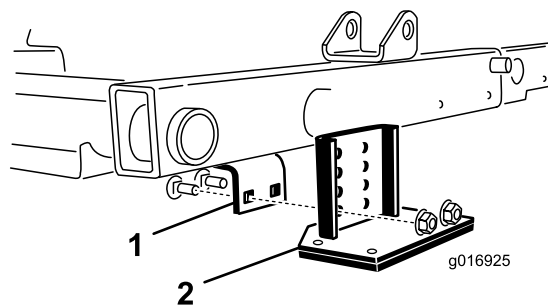

Figure 30
- 2. Trouvez le support de cadre au-dessus du plateau de coupe central (Figure 30).
- 3. Appuyez sur le rouleau avant du plateau de coupe central et déterminez quels trous du support de levage de rouleau doivent s'aligner sur les trous du support de cadre pour créer le même contact du rouleau quand le support de levage est monté (Figure 30).
- 4. Abaissez les plateaux de coupe et montez le support de levage sur le cadre au moyen des 2 boulons de carrosserie et des 2 écrous fournis avec le kit (Figure 30).